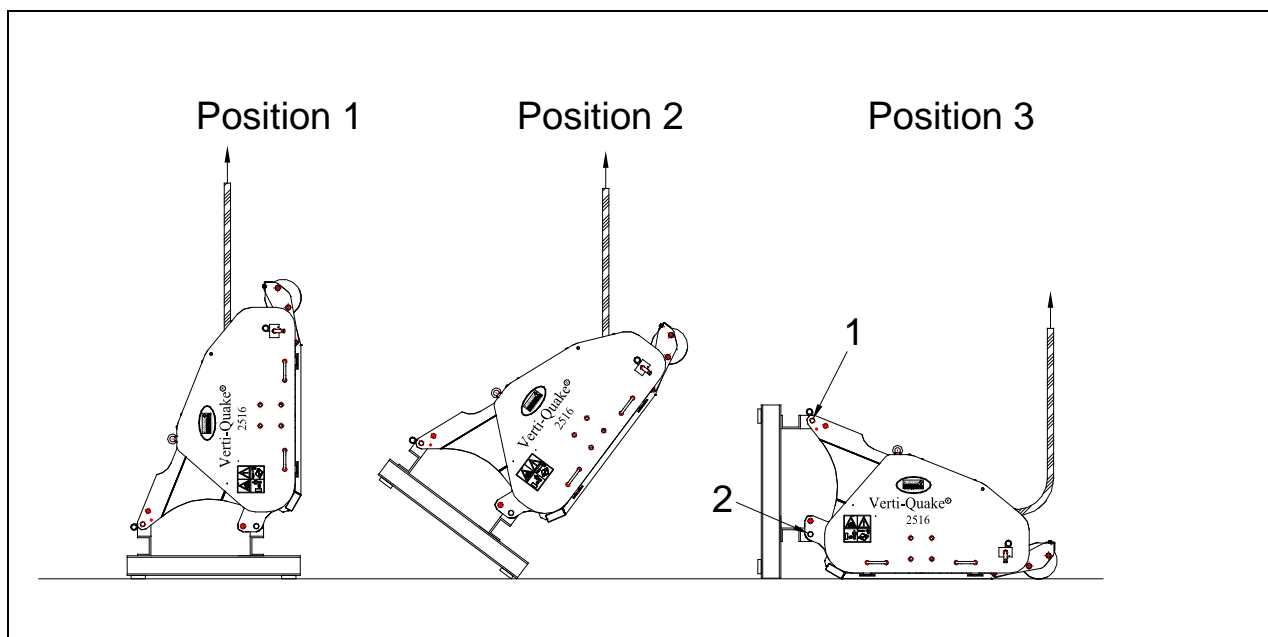

Fig. 6
1. Fissare un cavo ai punti di sollevamento posti su entrambi i lati dell'attrezzatura (fig. 6 Posizione 1)
3. Fare in modo che l'attrezzatura sia posizionata sulla punta del bancale. (fig. 6 Posizione 2)
4. Procedere alla discesa dell'attrezzatura sino al completo posizionamento al suolo della stessa ed eseguendo la manovra con calma ed in modo controllato. (fig. 6 Posizione 3)